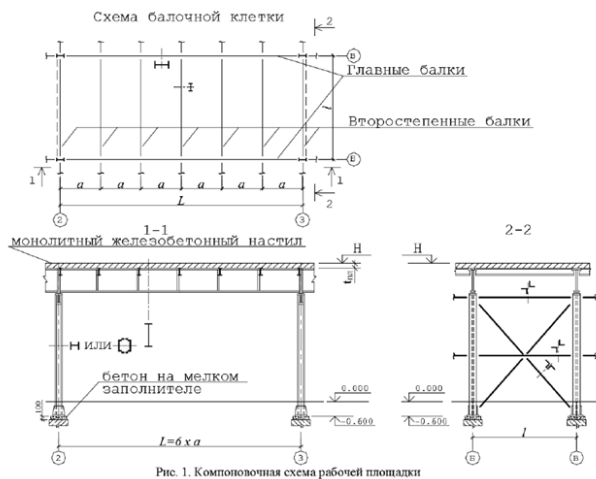

Рис. 1. Композиционная схема рабочей площадки
**Пролёт главных балок  $L$ , м (см. рис. 1)**
**Отметка верха железобетонной плиты настила  $H$ , м (см. рис. 1)**